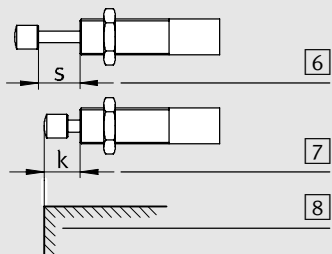

Fig. 3
- La battuta esterna [8] impedisce il sovraccarico del dispositivo dovuto alle maggiori forze di massa ed inoltre offre un arresto terminale preciso (vedi Fig. 3).
- Une butée externe [8] empêche la surcharge du YSRW par des forces massives surélevées et constitue en outre une butée de fin de course précise (voir Fig. 3).